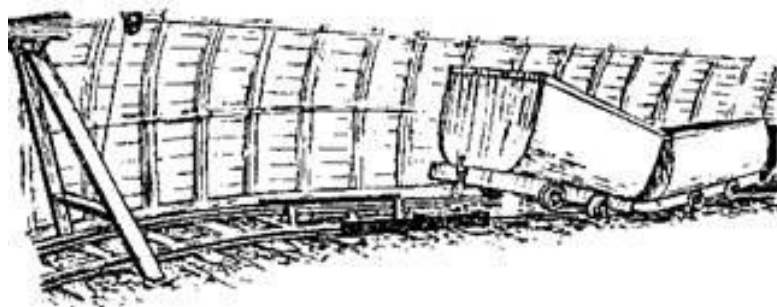

Рисунок 1
<p>Экзаменационный билет № 1</p> <p>1. Что подразумевается под слесарными работами?</p> <p>2. Во время подачи электровозом состава на верхнюю приемо-отправительную площадку бремсберга произошел сход вагонеток с рельсового пути (рис.1).</p> <div style="text-align: center;">  </div> <p style="text-align: center;">Рисунок 1</p> <p>Как Вы будете ликвидировать эту аварию?</p> <p>Опасность данной ситуации?</p> <p>3. В каком порядке машинист должен выполнять работу после приемки конвейерной линии?</p>
2. Во время подачи электровозом состава на верхнюю приемо-отправительную площадку бремсберга произошел сход вагонок с рельсового пути (рис.1).